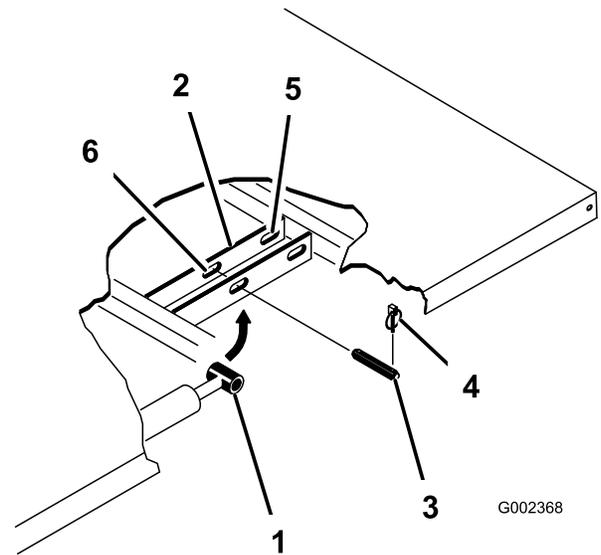

Bild 11
2. Nehmen Sie die Klappstecker von den äußeren Enden der Lastösenbolzen der Zylinderstange (Bild 11) ab.
3. Nehmen Sie die Lastösenbolzen ab, mit denen die Zylinderstangenenden an den Pritschenbefestigungsplatten befestigt sind. Drücken Sie die Bolzen hierfür nach innen (Bild 11).
4. Nehmen Sie die Klappstecker und die Lastösenbolzen ab, mit denen die Schwenkhalterungen an den Rahmenkanälen befestigt sind (Bild 11).